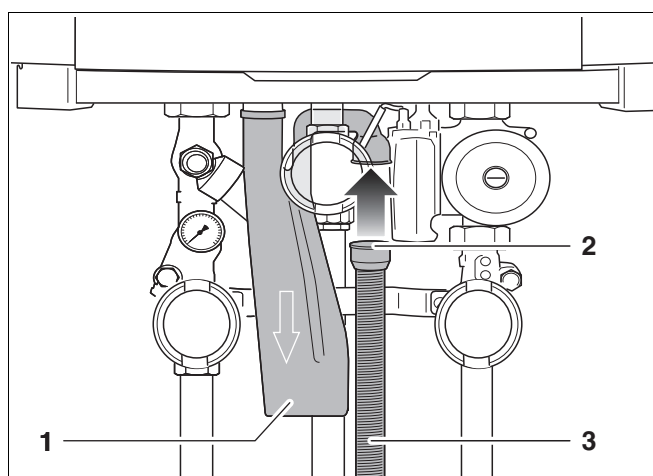

Fig. 19 Montering af fleksibel slange
- Montér den fleksible slange (fig. 19, pos. 3) og gummimanchetten (fig. 19, pos. 2) på vandlåsen (fig. 19, pos. 1).